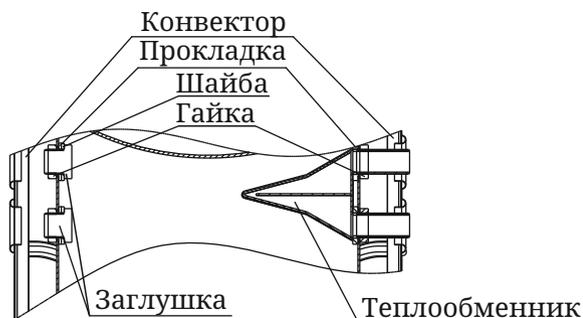

Рисунок 9. Демонтаж теплообменника
3. Снять теплообменник (рисунок 9), отвернув гайки 2 шт. и вынув его из отверстий, прокладки останутся на штуцерах;